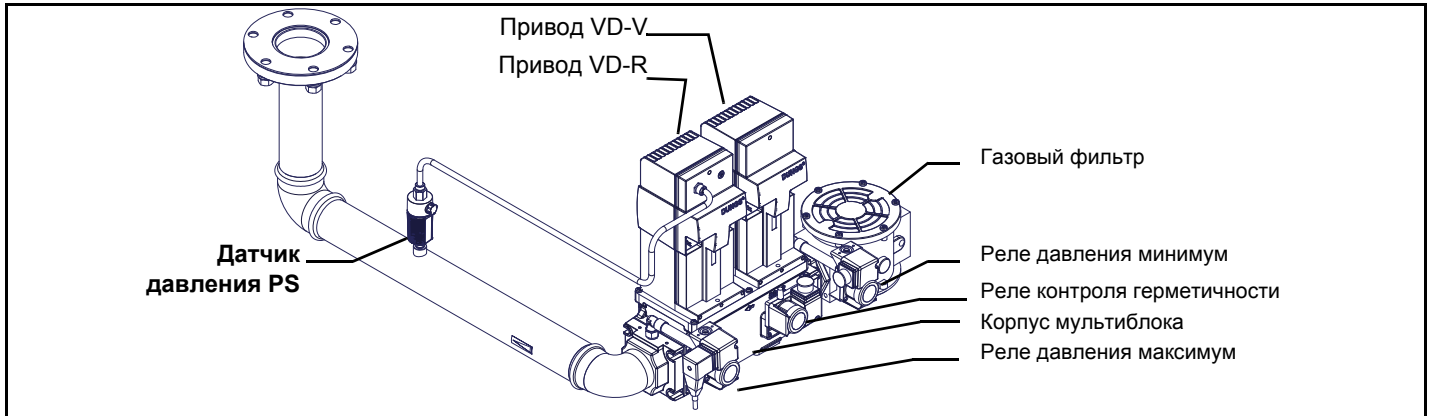

Рис. 15 - Пример газовой рампы
ВНИМАНИЕ: после монтажа газовой ramпы согласно схеме на Рис. 15, необходимо провести тестирование на герметичность газового контура, согласно требований действующих нормативов.
- 1 - б) при фланцевых соединениях: между соседними компонентами устанавливать прокладку (1А..1Е - Рис. 15), совместимую с используемым газом,
ВНИМАНИЕ: после монтажа газовой рампы согласно схеме на Рис. 15, необходимо провести тестирование на герметичность газового контура, согласно требований действующих нормативов.